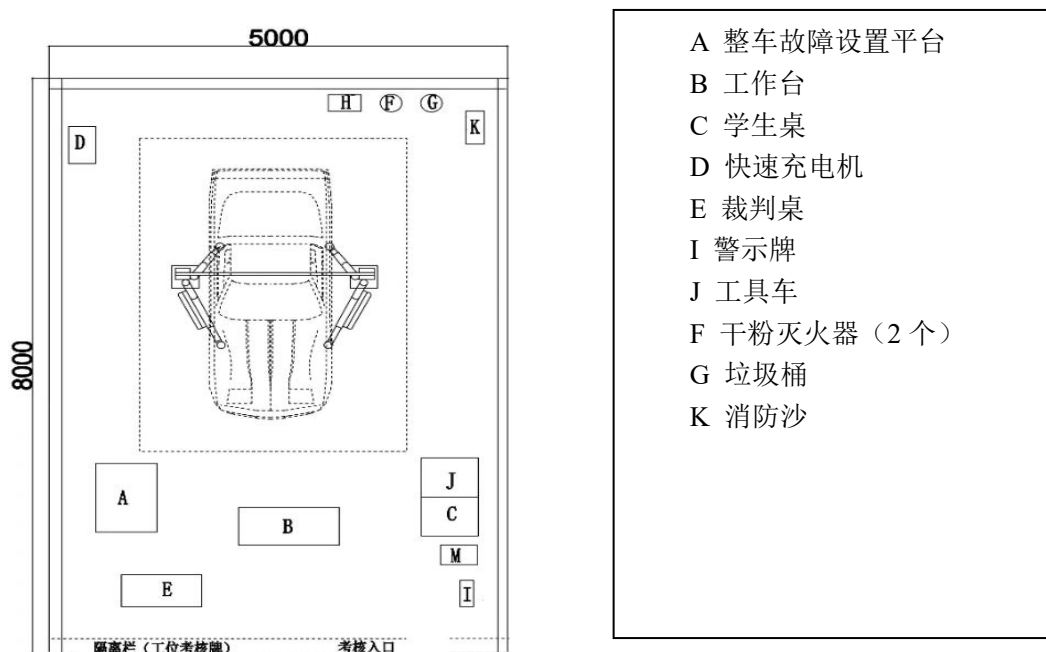
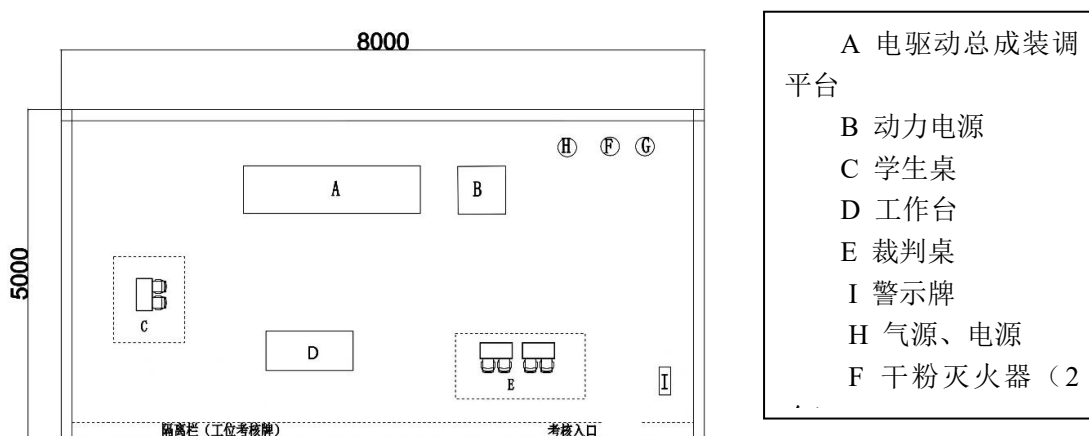

图1 整车竞赛工位布置图
图2 总成竞赛工位布置图
1. “电驱动总成装调与检修” 共用竞赛场地，每个工位占地面积 40 m²，提供 220V 交流电，插座带漏电保护器和接地保护，能承载功率 7kw、电流 32A 以上；“电驱动总成装调与检修” 每个工位占地面积 40 m²，提供 220V 交流电，插座带漏电保护器和接地保护，能承载功率 7kw、电流 32A 以上；竞赛场地净空高度不低于 4.2m，面积和比赛工位设置如表 5（比赛工位数量根据最后报名参赛队数量调整），实操竞赛工位布置如图 1-图 2。